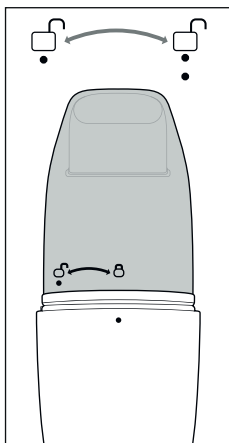
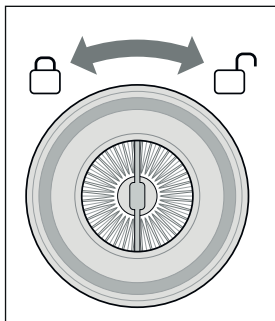

Fig. 6
Fig. 9
1. Aveți grijă la deschiderea rezervorului de colectare a murdăriei **3** la marcajele ● de sub simbolul □ al rezervorului de colectare a murdăriei **3** și de la marginea aparatului. Țineți aparatul de mâner **9** și rotiți rezervorul de colectare a murdăriei **3** până când ambele marcaje se află unul în dreptul celuilalt (a se vedea fig. 6).
6. Așezați din nou rezervorul de colectare a murdăriei **3** pe aparat. Aveți grijă ca ambele marcaje ● de sub simbolul □ al rezervorului de colectare a murdăriei **3** și de la marginea aparatului să fie unul în dreptul celuilalt (a se vedea fig. 6). Rotiți rezervorul de colectare a murdăriei **3**, până când marcajul ● de la marginea aparatului se află sub simbolul □ al rezervorului de colectare a murdăriei **3** și rezervorul de colectare a murdăriei **3** se fixează cu un clic în aparat.
- ▶ Înlocuiți cu regularitate filtrul de praf ⑤ pentru a asigura o funcționare ireproșabilă și igienică a aparatului.
1. Scoateți filtrul de praf ⑤ cu carcasa filtrului ④ din rezervorul de colectare a murdăriei ③ (a se vedea capitolul **Golirea rezervorului de colectare a murdăriei**).
2. Aveți grijă la simbolurile cu lacăt de pe capacul filtrului de praf ⑤. Rotiți filtrul de praf ⑤ la dreapta, înspre  și scoateți-l apoi din carcasa filtrului ④ (a se vedea fig. 9 și 10).
- ▶ Dacă doriți să înlocuiți filtrul de praf ⑤, săriți pașii 3 și 4. Treceți direct la pasul 5.
3. Scuturați filtrul de praf ❸ și carcasa filtrului ❹ într-un coș de gunoi.
4. Curățați filtrul de praf ❸ și carcasa filtrului ❹ cu apă curentă și lăsați-le apoi să se usuce complet la aer.
5. Așezați filtrul de praf ❸ din nou în carcasa filtrului ❹ și rotiți-l la stânga, înspre , până când se fixează în carcasa filtrului ❹ (a se vedea fig. 9).
6. Introduceți din nou filtrul de praf ❸ cu carcasa filtrului ❹ în rezervorul de colectare a murdăriei ❸. Asigurați-vă că filtrul de praf ❸ este așezat drept în rezervorul de colectare a murdăriei ❸ și că buza de cauciuc închide rezervorul de colectare a murdăriei ❸.
7. Așezați din nou rezervorul de colectare a murdăriei ❸ pe aparat. Aveți grijă ca ambele marcaje ● de sub simbolul  al rezervorului de colectare a murdăriei ❸ și de la marginea aparatului să fie unul în dreptul celuilalt (a se vedea fig. 6). Rotiți rezervorul de colectare a murdăriei ❸, până când marcajul ● de la marginea aparatului se află sub simbolul  al rezervorului de colectare a murdăriei ❸ și rezervorul de colectare a murdăriei ❸ se fixează cu un clic în aparat.